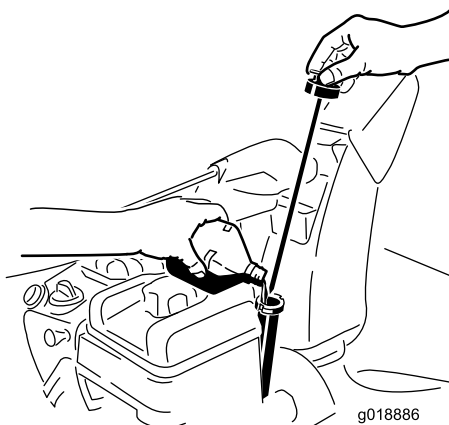

Рисунок 33
2. Выньте щуп и проверьте уровень масла (Рисунок 33). Если уровень масла находится ниже отметки Add (Добавить), то добавьте масла в двигатель. См. Раздел «Заправка двигателя маслом».